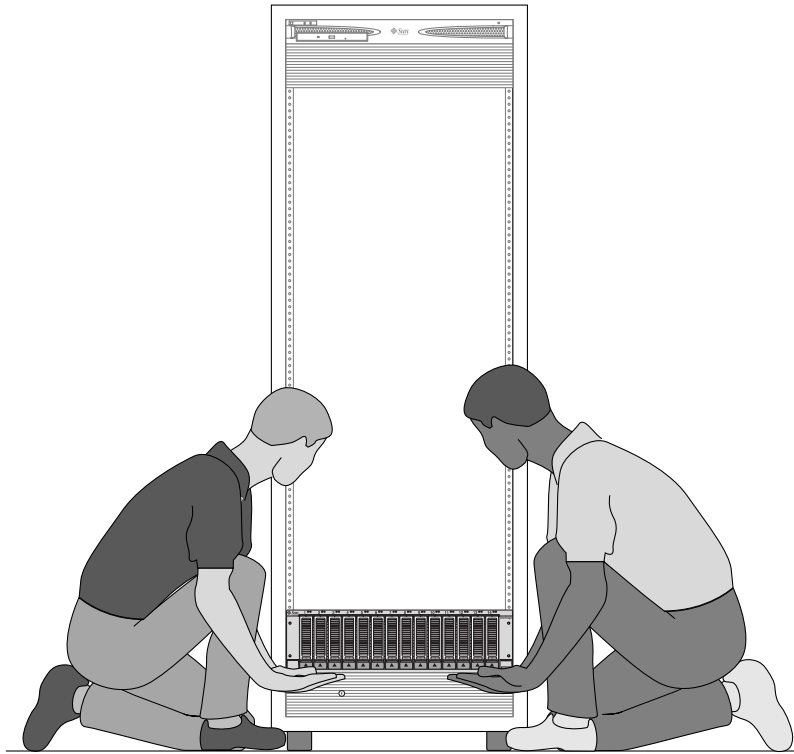

FIGURE 2-9 Positionnement du boîtier dans l'armoire
2. En vous faisant aider d'une autre personne, chacun d'un côté du boîtier, soulevez délicatement ce dernier et posez-en le bord inférieur sur les rails gauche et droit (FIGURE 2-9).